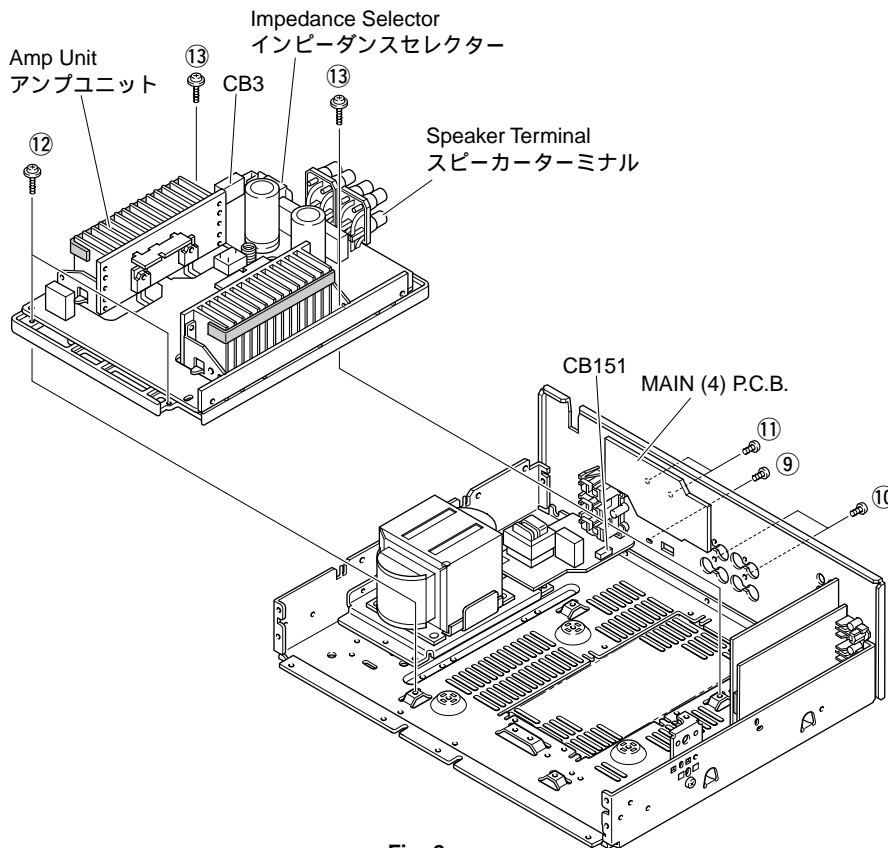

Fig. 2
- a. Remove 1 screw (⑨) attaching the Impedance Selector. (Fig. 2)
- b. Remove 2 screws (⑩) attaching the Speaker Terminal. (Fig. 2)
- c. Remove 2 screws (⑪) and then remove the MAIN (4) P.C.B. (Fig. 2) (R, L models only)
- d. Remove 2 screws (⑫) and 2 screws (⑬). (Fig. 2)
- e. Remove connectors CB3 and CB151. (Fig. 2)
- f. Remove the Amp Unit. (Fig. 2)
- a. インピーダンスセレクターを止めている⑨のネジ1本を外します。(Fig. 2)
- b. スピーカーターミナルを止めている⑩のネジ2本を外します。(Fig. 2)
- c. ⑪のネジ2本を外し、MAIN (4) P. C.B.を取り外します。(Fig. 2)(R, L仕向けのみ)
- d. ⑫のネジ2本と⑬のネジ2本を外します。(Fig. 2)
- e. コネクターCB3とCB151を外します。(Fig. 2)
- f. アンプユニットを取り外します。(Fig. 2)